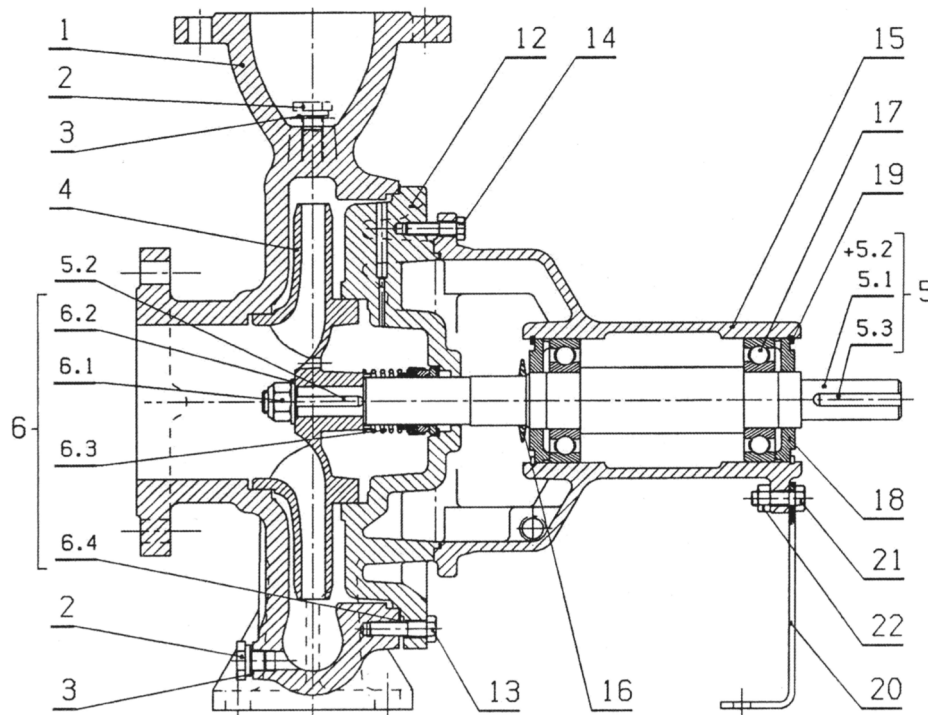

图 8
- 机械密封部件编号（图 8）；
9.2 机械密封（图 8）